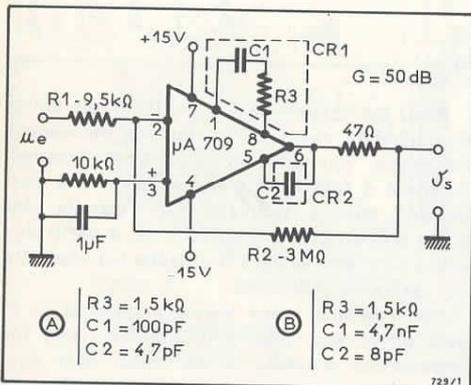
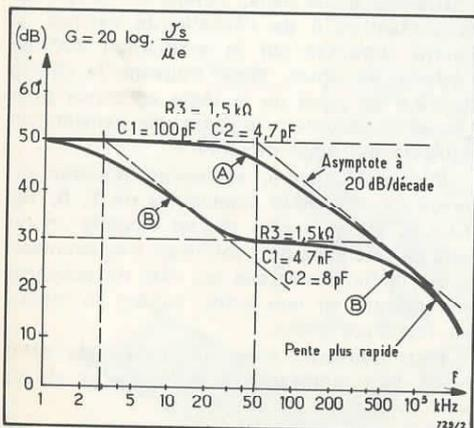
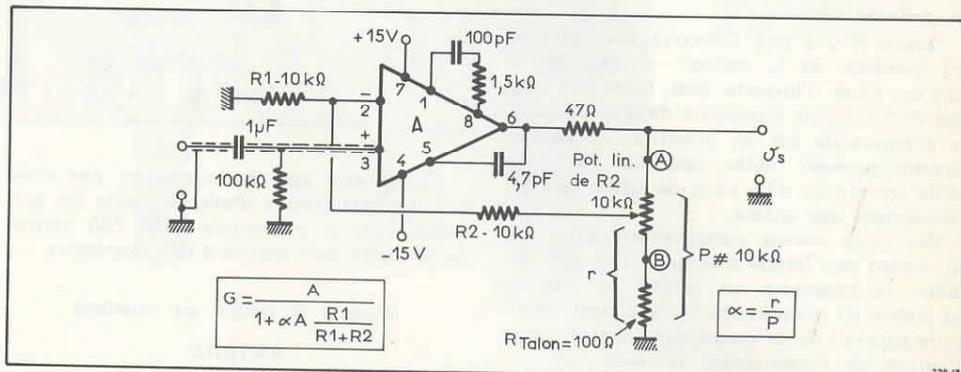

Fig. 1. — Montage amplificateur de 50 dB de gain inversant la phase.
Fig. 2. — Action sur la bande passante d'une correction de CR partielle perturbée (CIL :  $\mu$ A709).
Fig. 3. — Montage non-inverseur de phase à gain variable.
Un tel étage supporte, en effet, des contre-réactions partielles qu'il convient de doser à la bonne valeur : voir figure 1, le  $\mu$ A709. Ainsi, avec la valeur de  $3 \text{ M}\Omega$ , prévue pour une amplification de 50 dB, la bande n'évolue « sagement » vers 100 kHz que si  $C_1 = 100 \text{ pF}$  et  $C_2 = 4,7 \text{ pF}$  ( $R_3$  reste constamment égale à  $1,5 \text{ k}\Omega$ ) : courbe A, figure 2.
Le gain d'un étage analogue à celui de la figure 1 peut être ajusté en modifiant le rapport  $R_2/R_1$  :  $R_2$  peut être par exemple constituée par un potentiomètre ou bien — car il faut câbler court avec les CIL (2), afin d'éviter les éventuelles inductions — ramener  $R_2$  sur un potentiomètre P : figure 3.